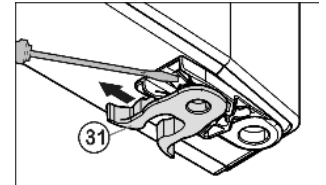

Fig. 9
- ▶ Permuter la pince élastique Fig. 9 (31) : appuyer sur l'ergot puis retirer la pince élastique.